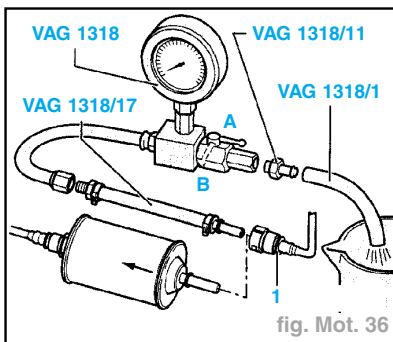

fig. Mot. 36
- débrancher la conduite d'alimentation (1) de l'entrée du filtre à carburant (fig. Mot. 36),
- Fermer le robinet d'arrêt du dispositif manométrique (levier perpendiculaire au sens du débit (B) (fig. Mot. 36).